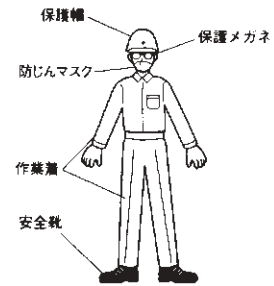

図1
- 作業に適した服装をしてください。(図1)
- 常に保護メガネを着用してください。(図1)